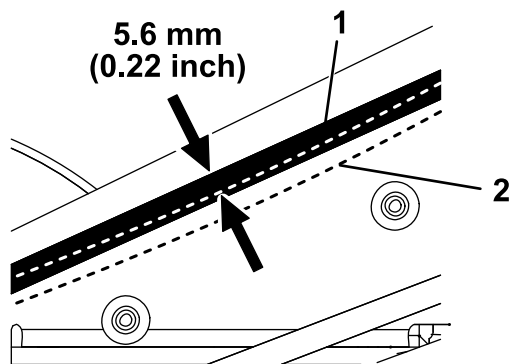

Figure 12
2. Contre-écrou (5/16 po) (4)
3. Rondelle (0,38 x 0,73 x 0,07 po) (4)
4. Boulon de carrosserie (5/16 x 1 1/2 po) (4)
9. Appuyez sur la courroie pour vérifier la tension (Figure 12). Vous devriez obtenir une flèche d'environ 5,6 mm (0,22 po) en exerçant une force de 3,4 kg (7,4 lb). Réglez le boulon de tension au besoin pour tendre ou relâcher la courroie.